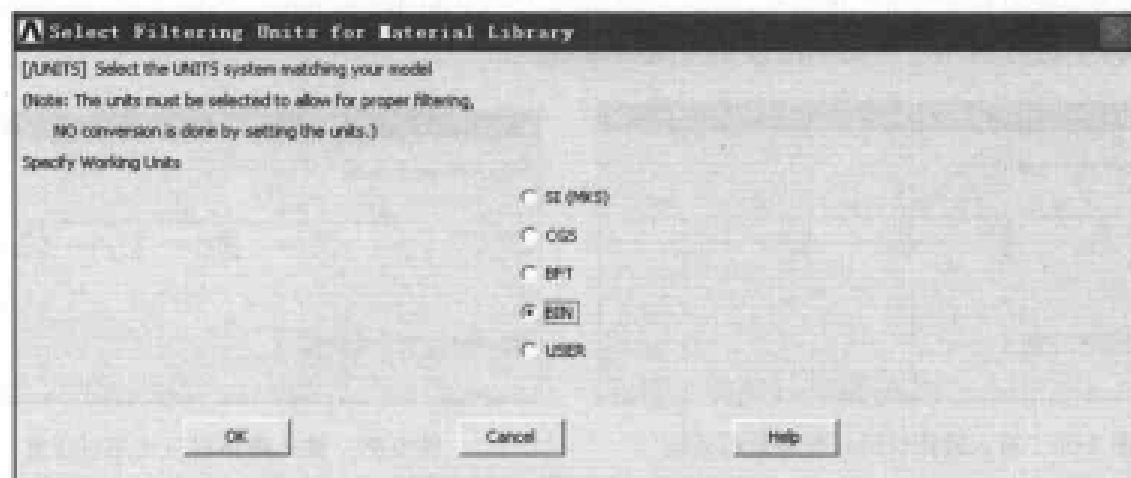

图 9-96 选择单位制对话框
(1) 选择 Utility Menu | File | Change Jobname 命令, 出现 Change Jobname 对话框, 在 [/FILNAM] Enter new jobname 文本框中输入工作文件名 EXERCISE7, 单击 OK 按钮关闭该对话框。
(2) 选择 Utility Menu | File | Change Title 命令, 出现 Change Title 对话框, 在文本框中输入 STEADY-STATE THERMAL ANALYSIS OF PIPE JUNCTION, 单击 OK 按钮关闭该对话框。
(3) 选择 Main Menu | Preferences 命令, 出现 Preferences for GUI Filtering 对话框, 选中 Thermal 复选框, 单击 OK 按钮关闭该对话框。
(4) 选择 Main Menu | Preprocessor | Material Props | Material Library | Select Units 命令, 出现 Select Filtering Units for Material Library 对话框, 选中 BIN 单选按钮, 如图 9-96 所示。单击 OK 按钮关闭该对话框。